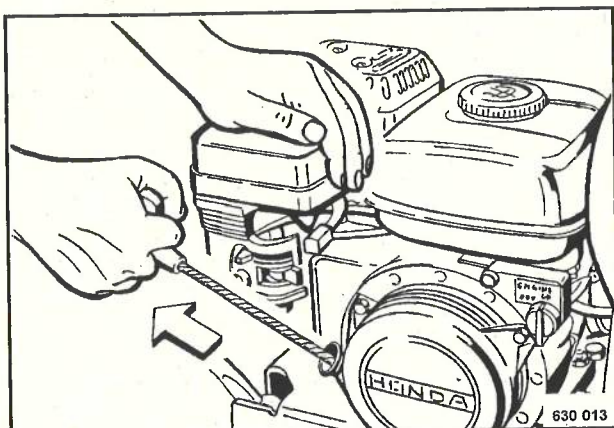

Fig. 4
- Tirar ligeramente del asidero de arranque (Fig. 4), hasta se puede notar una resistencia (presión de compresión), entonces tirar fuerte del asidero de arranque pero sin sacarlo de todo.